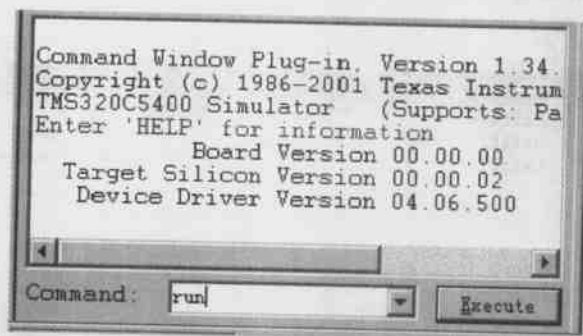

图 3.28 命令输入对话框
(4) C54XX DMA 能观察和编辑 DMA 寄存器的内容。
(5) C54XX Simulator Analysis 能设置和监视事件的发生,并为加载调试器使用的特定的伪寄存器提供了一个透明的手段,其使用方法和 C54XX Emulator Analysis 完全一致。
(6) Command Window 能在命令窗口中键入可以执行的命令,键入的命令遵循 TI 调试器的命令语法格式。单击此命令,将弹出如图 3.28 所示的命令输入对话框。在命令输入栏中键入 run 命令,就可以直接运行程序。